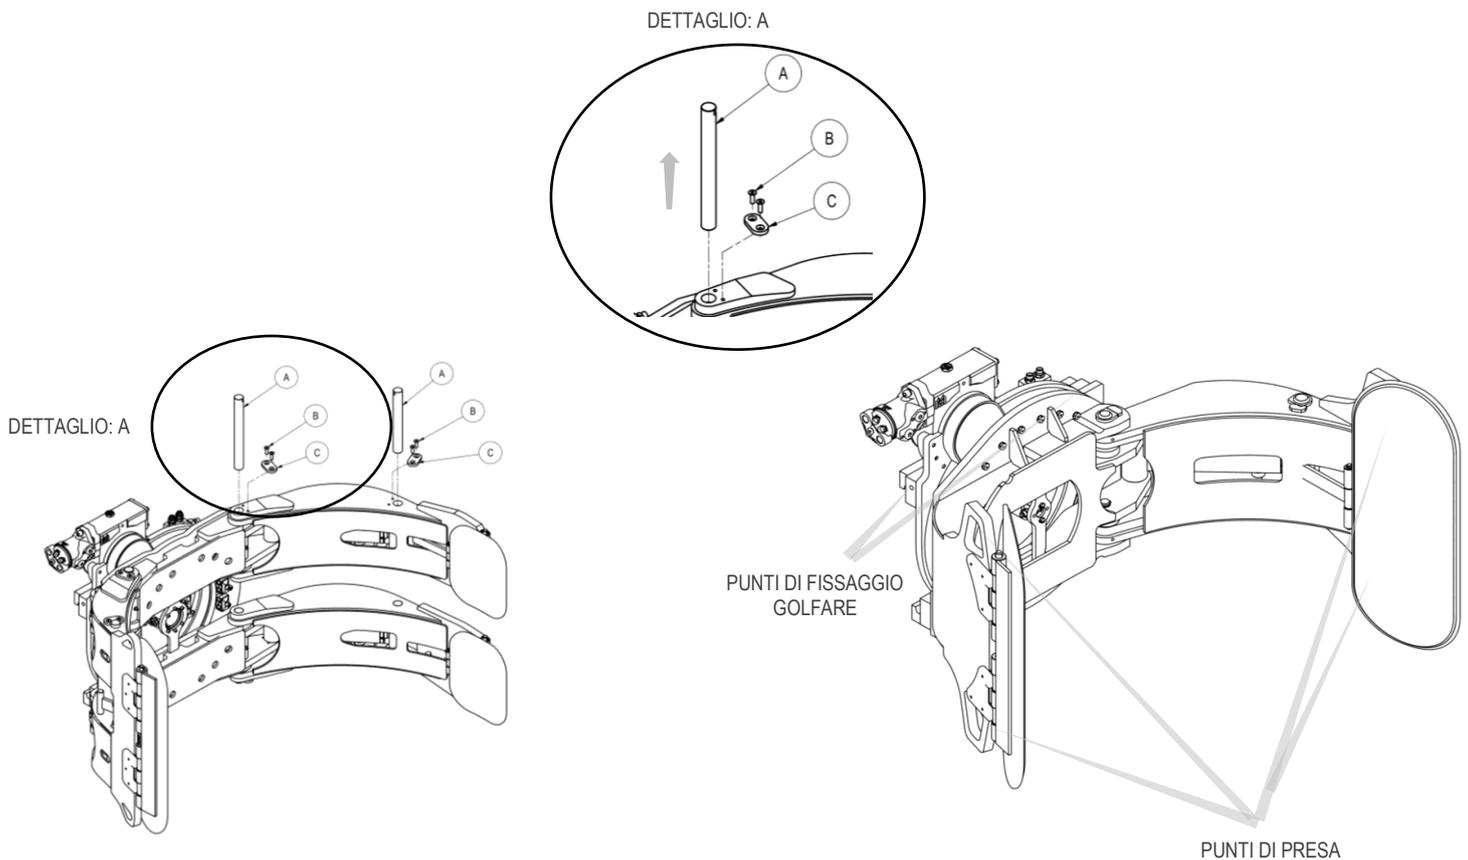

Figura 2
2. Rimuovere l'attrezzatura dal carrello tramite i punti di presa indicati in Figura 2;
3. Tenere in sicurezza l'attrezzatura mediante i punti di presa indicati in Figura 2;
4. Con l'apposita chiave, svitare le viti "B" e sfilare il perno "A" come indicato nel dettaglio A Figura 2 e dettaglio B Figura 2. Nel dettaglio è indicato il perno di fissaggio cilindro superiore alla struttura fissa; Eseguire l'operazione anche sulle altre ganasce presenti.